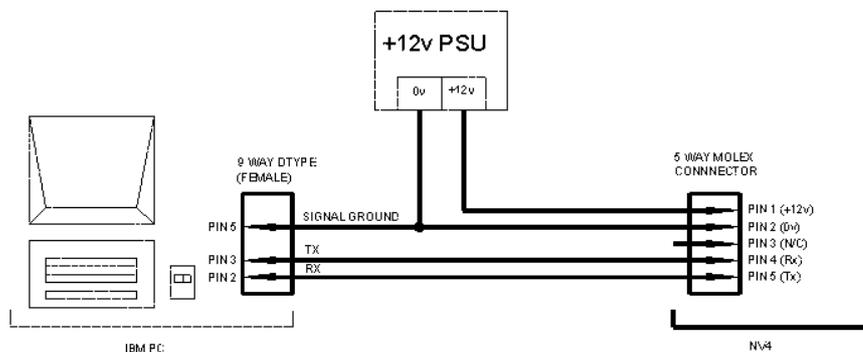

Abbildung 7 - NV4 – PC Direktverbindung über 5-Pin Anschluss
- Über den 5-Pin Anschluss gem. Abbildung 7. Die Stromversorgung des NV4 sollte über den 15-Pin Anschluss erfolgen (empfohlen).